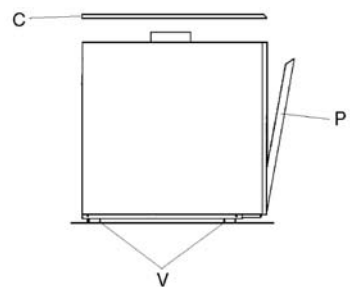

рис. 2.5
- отверните винты V, которые крепят котел к поддону (рис. 2.5)